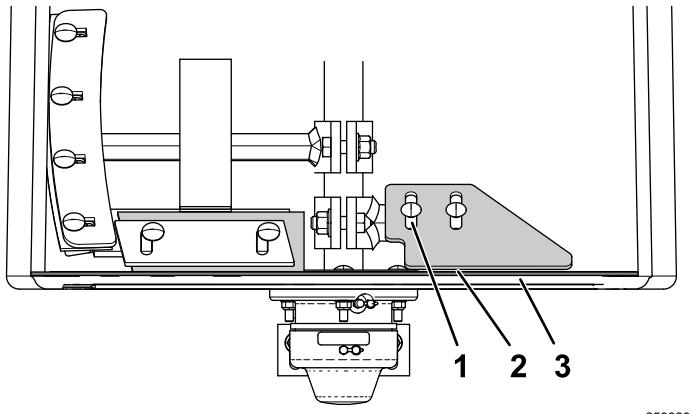

Figure 75
2. Desserrez les boulons de carrosserie et les contre-écrous à embase qui fixent la pale d'extrémité réglable à la pale fixe (Figure 75).